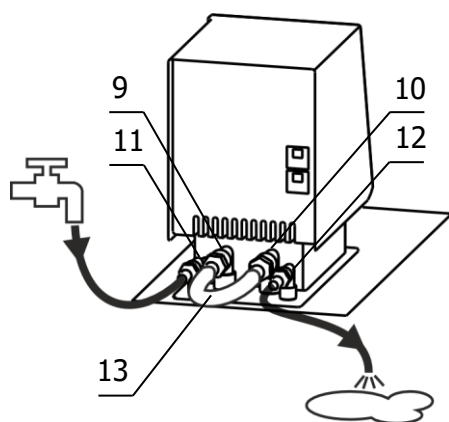

Рисунок 3 — Установка перемычки и подача воды
2.2.6 Соединить входной 9 и выходной 10 штуцеры насоса блока регулирования с помощью шланга-перемычки 13 (рисунок 3) и хомутов из комплекта поставки блока регулирования.
2.2.9 Для работы термостата при температурах теплоносителя, близких к окружающей температуре, может потребоваться дополнительное охлаждение с помощью встроенного теплообменника. В этом случае необходимо подключить термостат к водопроводной сети или специальному холодильному устройству при помощи шлангов, присоединенных к штуцерам 11 и 12 (рисунок 3) встроенного теплообменника. Поток охлаждающей жидкости должен быть равномерным и, по возможности, небольшим. Дополнительное охлаждение не требуется, если температура теплоносителя выше температуры окружающей среды более чем на 20 °С.